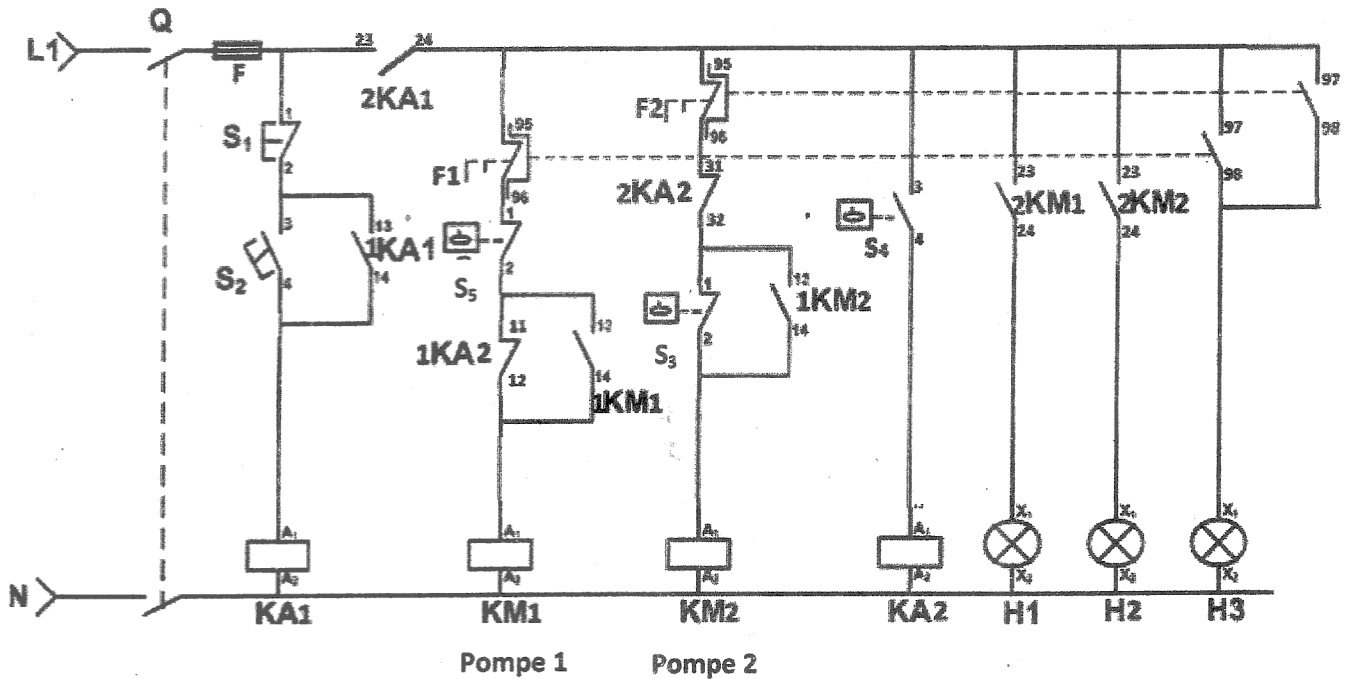

Figure 2 : schéma du circuit de commande
Le schéma du circuit de commande de ce dispositif est représenté par la figure 2 ci-dessous :
- 2.1 Préciser le nom et le rôle joué dans le circuit de commande de la figure 2 ci-dessus, de chacun des éléments suivants: S_1 , S_2 , S_4 ; KA_1 , F_1 et F_2 . (3pts)